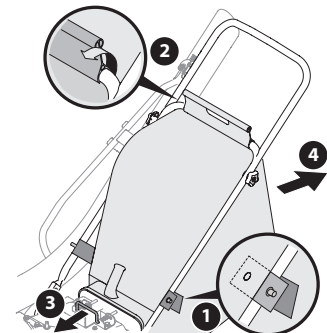

Figura 9
2. Suelte el broche de la parte superior de la manija inferior. Vea la Figura 9.